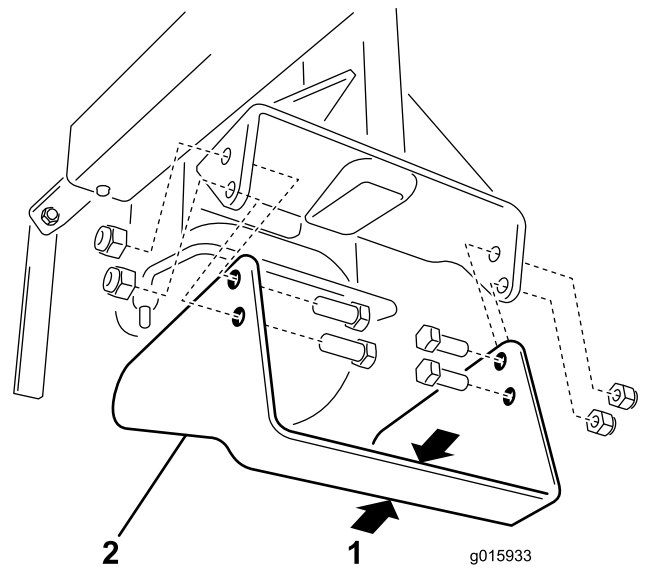

Figura 22
Verifique frequentemente a lâmina do contornador e substitua-a quando a largura estiver reduzida para 3,2 cm. (Figura 22).
3. Retire os 4 parafusos e porcas que prendem a lâmina do suporte do cortador (Figura 22).